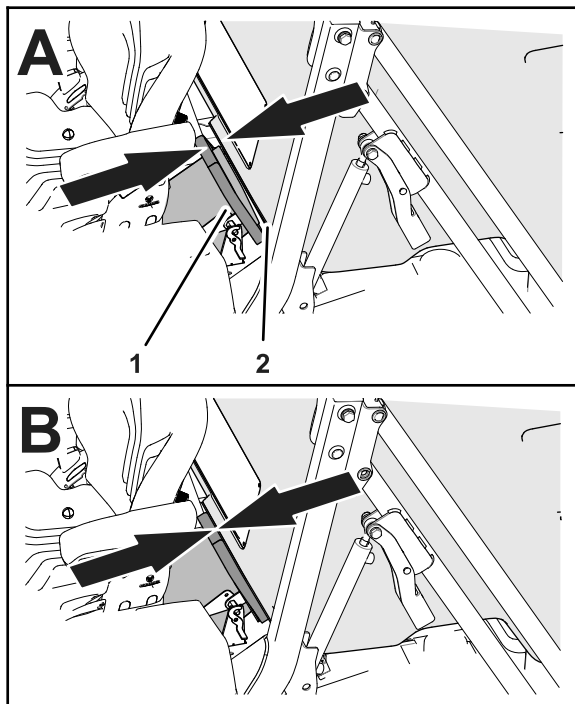

Bild 110
3. Schieben Sie die Fangbox nach vorne oder hinten, bis der Fangboxzulauf mit der Auswurfkanaldichtung ausgefluchtet ist (**Bild 110**).